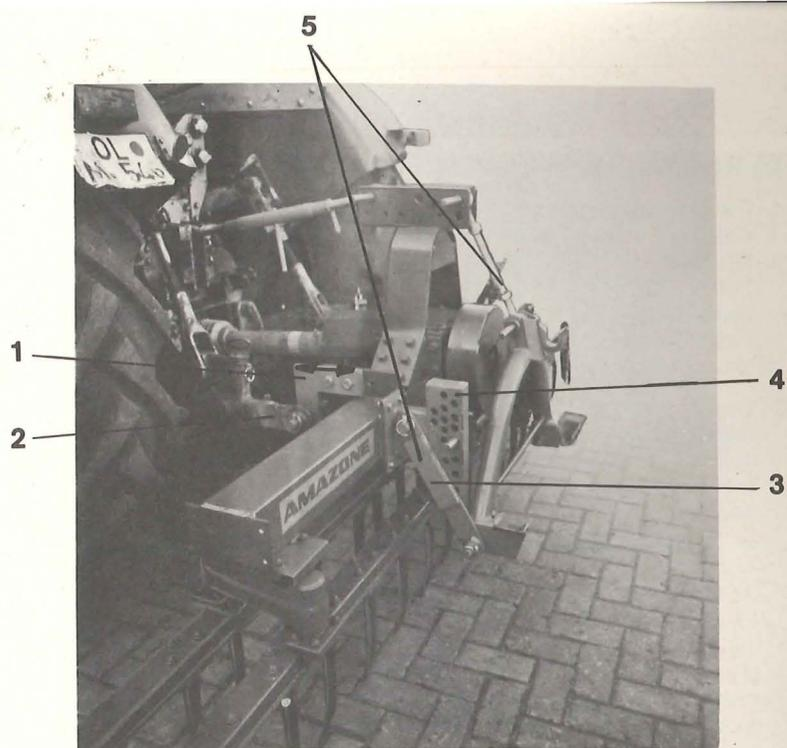
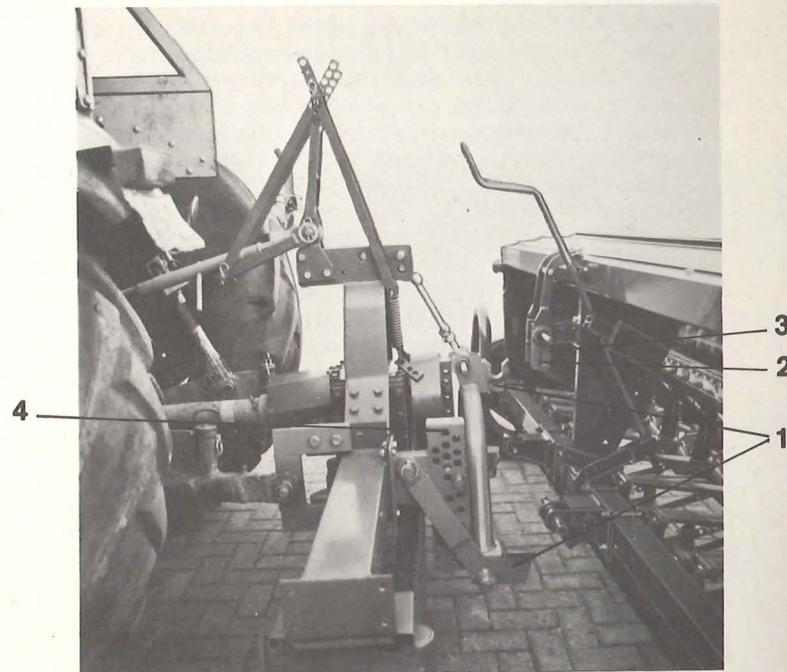

Fig. 5
Fig. 6
1. Wird die AMAZONE-Rüttellegge in Verbindung mit einer AMAZONE-Drillmaschine eingesetzt, so ist es wichtig, daß die Rüttellegge so dicht wie möglich an den Schlepper gekuppelt wird, damit die Entlastung der Schleppervorderachse möglichst gering ist. Dieses geschieht durch horizontale Verstellung der unteren Anlenkpunkte an der Rüttellegge (Fig. 5/1). Gegebenenfalls muß die Gelenkwelle nochmals gekürzt werden; dabei ist natürlich darauf zu achten, daß die Überdeckung der Gelenkwellenprofile noch groß genug bleibt. Die Vorderachslast des Schleppers kann auch durch Anhängen von Zusatzgewichten erhöht werden.
Die Unterlenker (Fig. 5/2) am Schlepper sollten seitlich ein wenig Bewegungsfreiheit haben.
2. Zur Kombination der Rüttellegge mit der Drillmaschine D 7 werden an der Rückseite der Rüttellegge die Kupplungsteile nach Fig. 5 angeschraubt. Dabei ist zu beachten, daß sich die unteren Lenker (Fig. 5/3) **außerhalb** der Abstützholme (Fig. 5/4) befinden. Der AMAZONE-Schnellkuppler, welcher serienmäßig mit der Drillmaschine D 7 Super mitgeliefert wird, und als Sonderzubehör zu den Drillmaschinen D 7 Standard und D 7 Junior geliefert werden kann, ist nach Fig. 5 an die drei Lenker (Fig. 5/5) der Kupplungsteile anzuschließen. Zum Kuppeln der Rüttellegge mit der Drillmaschine wird mit der am Schlepper angebauten Rüttellegge so weit zurückgefahren, bis sich die Fangtaschen des Schnellkupplers (Fig. 6/1) unterhalb der Dreipunkt-Anlenkbolzen der Drillmaschine befinden. Durch Betätigen der Hydraulik des Schleppers wird nun die Rüttellegge langsam angehoben, so daß alle drei Fangtaschen des Schnellkupplers die drei Anlenkbolzen der Drillmaschine fassen. Anschließend ist der Schnellkuppler zu verriegeln, indem der Absteckbolzen (Fig. 6/2) unterhalb der oberen Fangtasche in die beiden Absteckklaschen (Fig. 6/3) gesteckt wird. Nur wenn der Schnellkuppler an den vertikalen Abstützholmen (Fig. 6/4) anliegt (tiefste Stellung), läßt sich die Drillmaschine leicht und schnell ankuppeln.